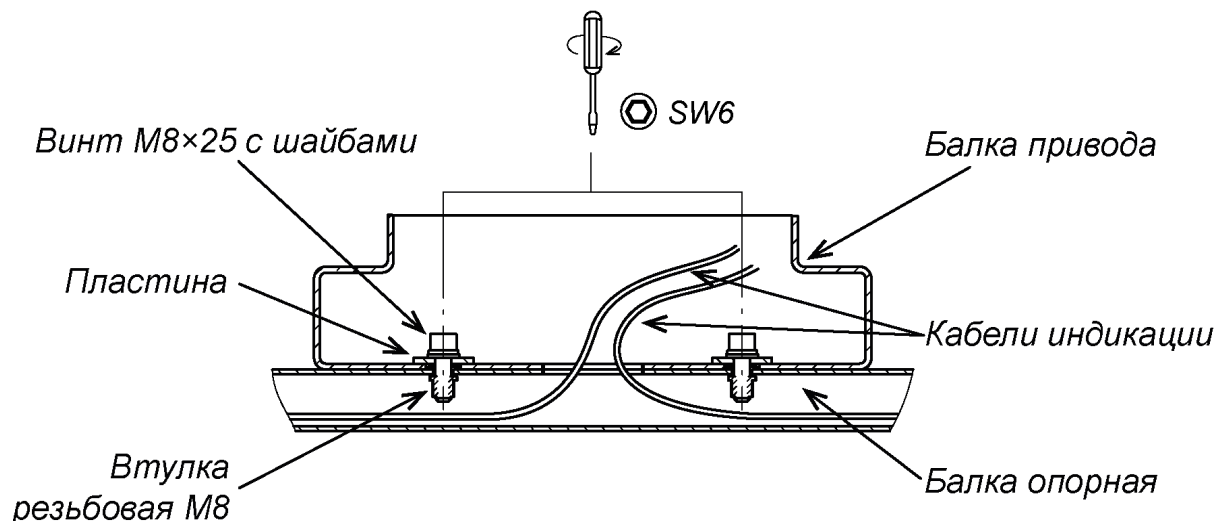

Рисунок 13. Крепление балки привода (8) с балкой опорной (7)
- Закрепите балку привода на балке опорной (7) двумя болтами М8×25, ключ SW6, используя две пластины из комплекта поставки (см. рис. 13).